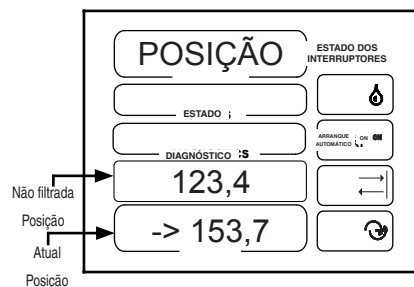

Figura 37-1
1. Ver o ecrã Posição no Grupo de Configuração 4. Ver a figura 37-1.